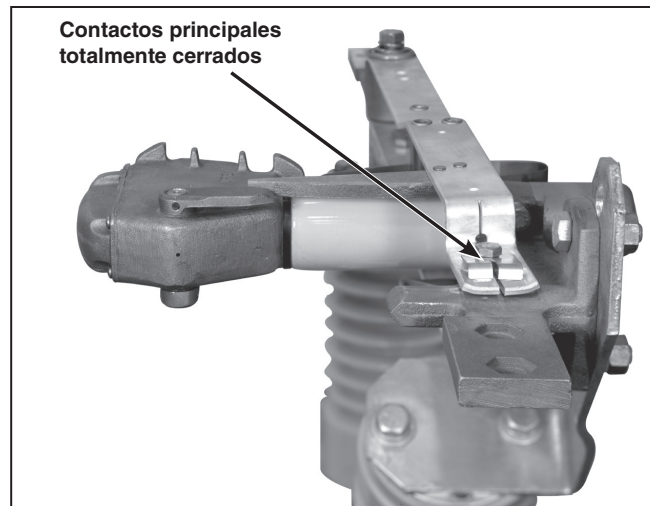

Figura 33. Verifique que la cuchilla esté cerrada totalmente.
- Con la palanca de operación hasta donde llegue en la dirección de *cierre*, todos los contactos principales del interruptor seccionador se encuentren en la posición **Cerrado** total. Vea la Figura 33.